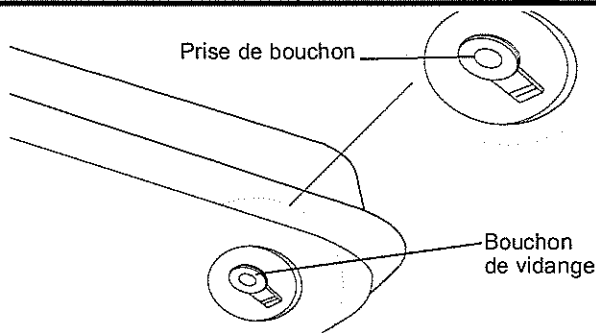

Figure 11. Enlèvement du bouchon de vidange
2. Pour enlever le bouchon de vidange (35 / 50 / 60), tirer sur la prise du bouchon vers le bas et enlever la tête du joint de l'orifice de vidange du réservoir (voir Figure 11).